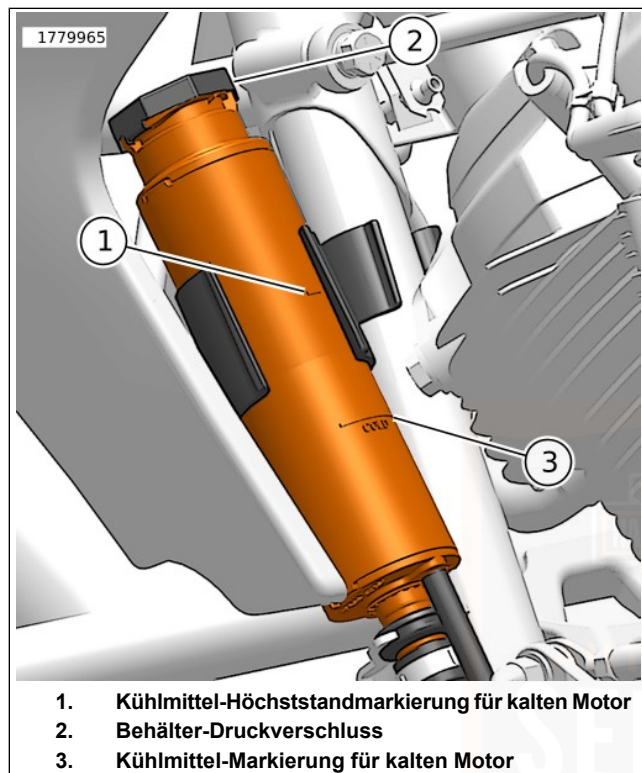

Abbildung 134. Kühlmittelstand
1. Siehe Abbildung 134. Prüfen, ob der Kühlmittelstand im Behälter zwischen der Kühlmittel-Höchststandmarkierung (1) und der Kühlmittel-Markierung für kalten Motor (3) liegt.
3. Siehe Abbildung 134. Den Druckverschluss (2) des Behälters entfernen.